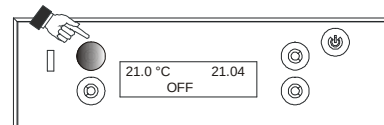

Figure 14 – Fonction "Nettoyage"
- **Activer la fonction "NETTOYAGE"** – lorsque la chaudière est éteinte, appuyer pendant 2 secondes sur la touche du panneau de commandes mise en évidence sur la figure 14. Cette procédure active le ventilateur de fumées au maximum, afin d'expulser la suie que nous manipulons pendant le nettoyage de l'échangeur.
- **Désactiver la fonction "NETTOYAGE"** en appuyant de nouveau sur la touche du panneau de commande mis en évidence sur la figure 14.